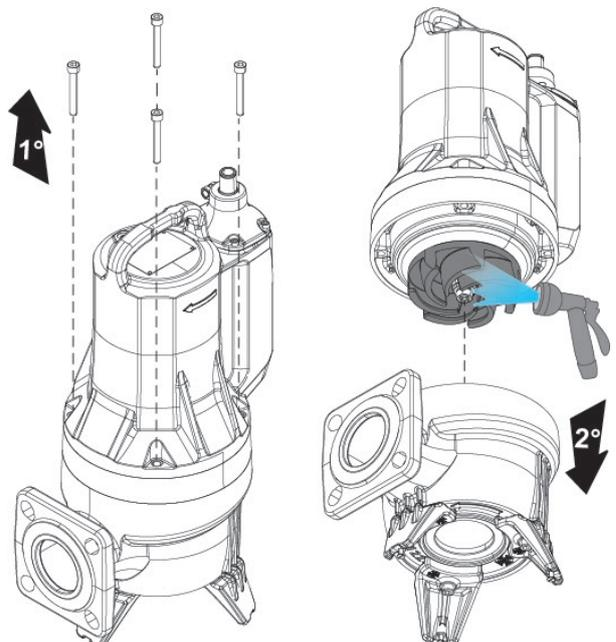

Fig.10
- Limpeza do impulsor (Fig. 10)